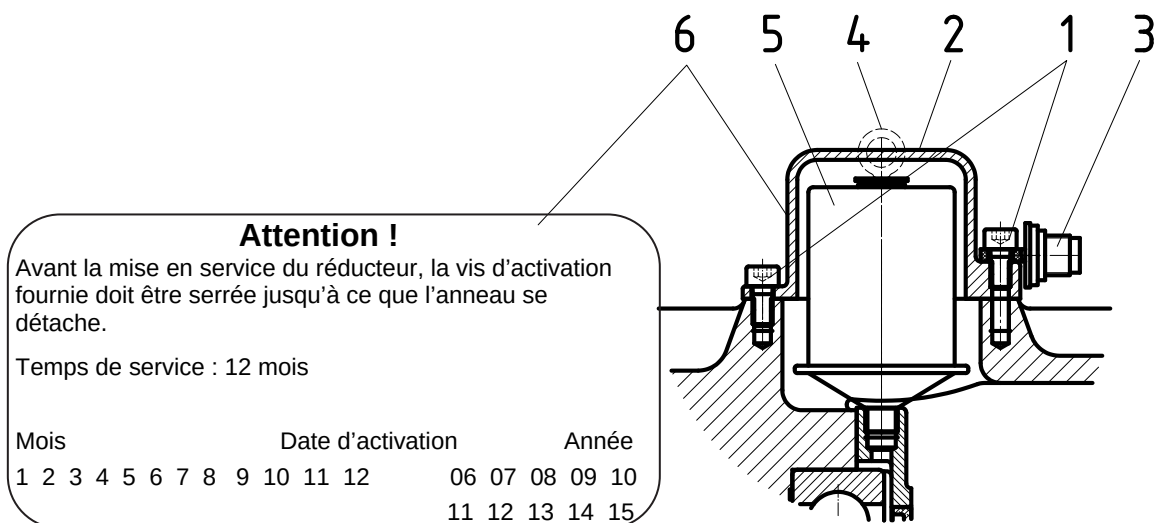

Figure 4-1 : Activation du graisseur automatique dans le cas d'un montage de moteur standard
Dévisser le capot à cartouches (2) (voir figure 4-1). Dévisser le graisseur (5) et le remplacer par un graisseur neuf (référence : 283 0100). Activer enfin le graisseur (voir chap. 4.2) !